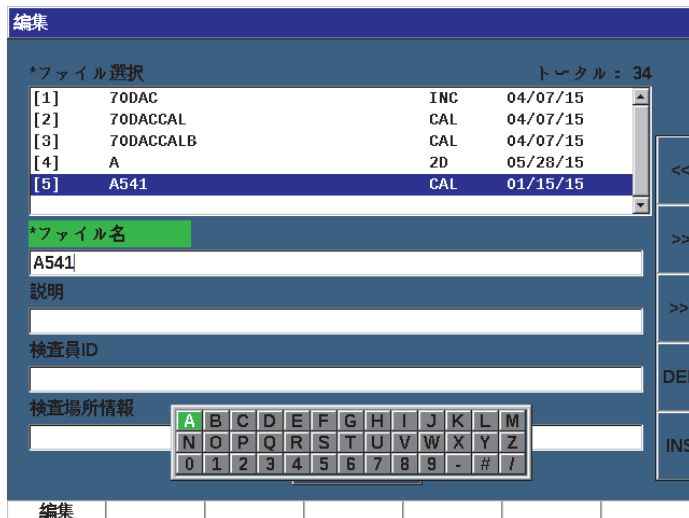

図 4-12 仮想キーボードのある編集ページ
1. 英数字の値によるパラメータを含む設定ページにアクセスします（100 ページの図 4-12 の例を参照）。